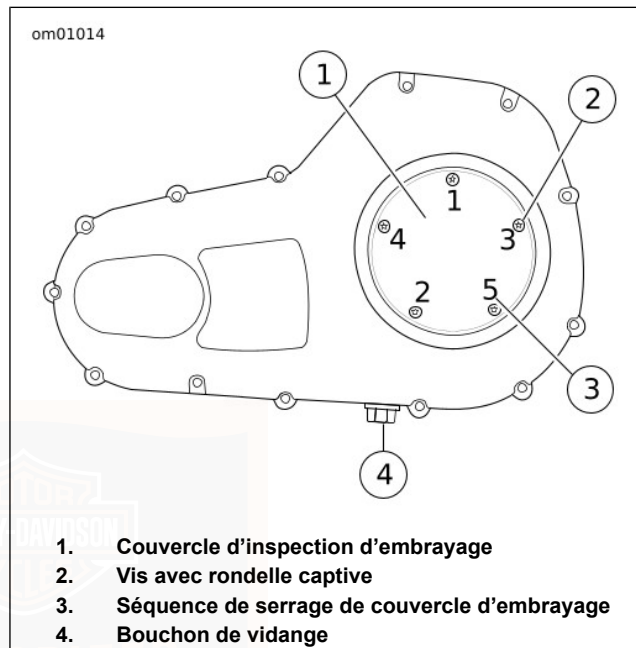

Figure 55. Couvercle du carter de chaîne primaire
3. Voir Figure 55. Déposer le couvercle d'inspection d'embrayage du couvercle de carter de chaîne primaire.
2. Voir Figure 55. Déposer le couvercle d'inspection d'embrayage du couvercle de carter de chaîne primaire.
9. Voir Figure 55. Installer le couvercle d'inspection de l'embrayage. Serrer les vis en utilisant la séquence indiquée, à un couple de 9,5–12,2 N·m (84–108 **in-lbs**).